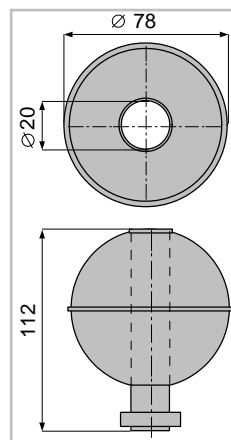

Рис. 12
2) Поплавок **D78x112x20-НЖ** (рис. 12) – поставляется по заказу. Материал коррозионно-стойкая сталь 12Х18Н10Т. Давление – до 1,6 МПа.
- поплавок D78x112x20-НЖ (рис. 12) устанавливайте выступающим магнитом вниз;